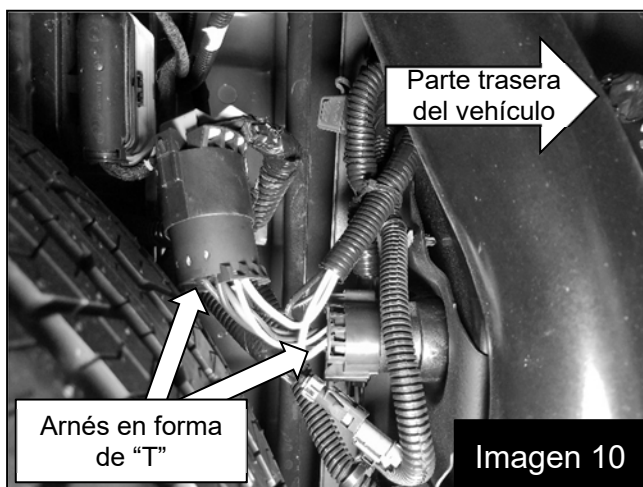

Imagen 10
15. Desconecte el conector de remolque e instale el arnés en forma de "T" entre el conector de remolque y el arnés de fábrica. Conecte el conector de dos terminales del arnés en forma de "T" al arnés del amplificador. (Imagen 10)